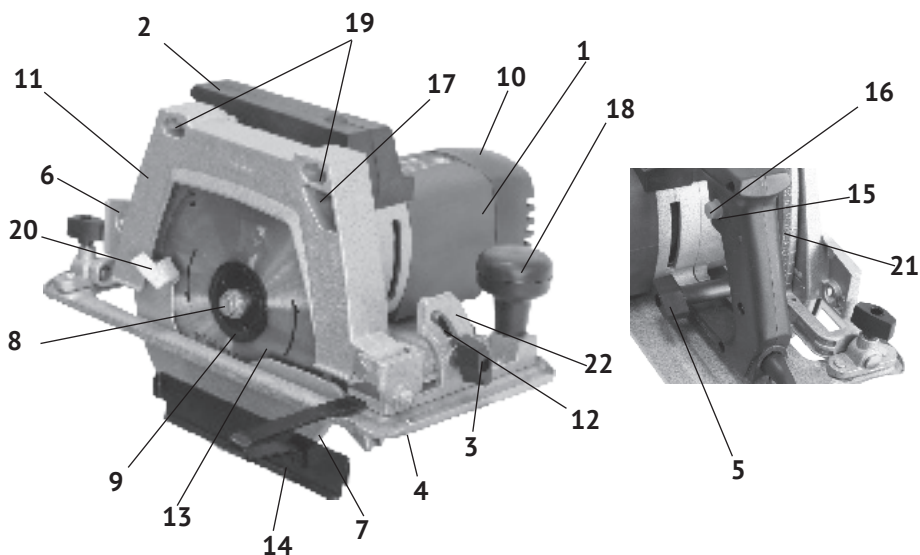

рис. 1
1.6 Общий вид пилы представлен на рис.1
1.7 Пила состоит из коллекторного двигателя в пластиковом корпусе (рис.1 поз.1) и металлического редуктора. Верхний неподвижный кожух (рис.1 поз.11) является одновременно крышкой корпуса редуктора. Крутящий момент с якоря электродвигателя, через шестерню, передаётся на шпindel, соосный с электродвигателем. На шпindel пилы, между опорным и зажимным (рис.1 поз.9) фланцами крепится пильный диск (рис.1 поз.13). Это основной рабочий инструмент пилы. Пила имеет функции: изменение глубины реза и поворот режущего блока (вправо) для наклонного пиления (до 45°).
1.8 Клавиша выключателя (рис.1 поз.15) расположена на внутренней части рукоятки (рис.1 поз.2). Включение пилы осуществляется нажатием на клавишу выключателя указательным пальцем. Слева на рукоятке находится кнопка фиксации (рис.1 поз.16) клавиши выключателя в рабочем положении.
- нажав клавишу, зафиксировать её нажатием кнопки фиксации (рис.1 поз.16) в рабочем положении; повторное нажатие на клавишу отключает пилу при этом кнопка фиксации (со щелчком) возвращается в исходное положение.
На верхнем защитном кожухе (рис.1 поз.11) стрелкой указано направление вращения диска.
- надёжность крепления деталей корпуса двигателя, рукояток, направляющей плиты (рис.1 поз.4) и отсутствие их повреждений, затяжку всех резьбовых соединений, исправность редуктора (вращение шпинделя от руки без заеданий);
- работу подвижного защитного кожуха (рис.1 поз.7);
2.2.1 Закрепить на шпиндель пильный диск (рис.1 поз.13), соответствующий обрабатываемому материалу. Для установки (замены) диска необходимо:
- открутить ключом (входит в комплект поставки) болт крепления диска (рис.1 поз.8), снять зажимной фланец (рис.1 поз.9);
- переместить вверх за рычаг (рис.1 поз.20) нижний подвижный кожух (рис.1 поз.7), снять пильный диск (при замене);
- закрепить в отверстие для выброса опилок (рис.1 поз.17), на неподвижном кожухе (рис.1 поз.11), патрубков отвода стружки (входит в комплект поставки).
- ослабить винт (рис.1 поз.5) регулировки глубины пропила;
- выставить по шкале кронштейна (рис.1 поз.21) нужную глубину пропила;
- ослабить винт (рис.1 поз.3) фиксации угла наклона режущего блока к основанию;
- подняв за рукоятку режущий блок (двигатель с диском), выставить по шкале кронштейна (рис.1 поз.22) необходимый угол пиления;
2.2.5 При необходимости отпиливания заготовок строго определённой ширины, установите параллельный упор (рис.1 поз.14). Упор вставляется в прорезь (справа или слева) направляющей плиты и крепится винтом (рис.1 поз.12).
Пропил производите, подавая пилу вперёд двумя руками, используя дополнительную рукоятку (рис.1 поз.18), плотно прижимая основание (рис.1 поз.4) к обрабатываемой заготовке.
- закрепить, используя отверстия (рис.1 поз.19) в неподвижном кожухе, двумя струбцинами (из комплекта поставки) к поверхности верстака (рабочего стола);
- установить на кронштейн (рис.1 поз.6) неподвижного кожуха расклинивающий нож с закреплённым на нём пластиковым защитным кожухом (входят в комплект поставки);
- при отпиливании заготовок определённой ширины, вставить в прорезь основания параллельный упор (рис.1 поз.14) и закрепить его винтом (рис.1 поз.12) в нужном положении.
Убедившись в надёжном креплении пилы, нажмите клавишу выключателя и зафиксируйте её кнопкой (рис.1 поз.16) во включённом положении. Соблюдая все меры предосторожности, двумя руками плавно подавайте заготовку к пильному диску, прижимая её по всей длине к направляющей плите (основанию).
Внимание! Не фиксируйте нижний подвижный кожух (рис.1 поз.7) в открытом положении. Это может привести к заклиниванию диска, а также к травмам и повреждениям. Кожух будет автоматически сдвигаться при подаче заготовки.
3.2 Для замены щёток необходимо: снять крышку двигателя (рис.1 поз.10), извлечь из щёткодержателей использованные щётки и заменить их новыми. Щётки следует заменять парой для обеспечения равной степени их давления на коллектор якоря.